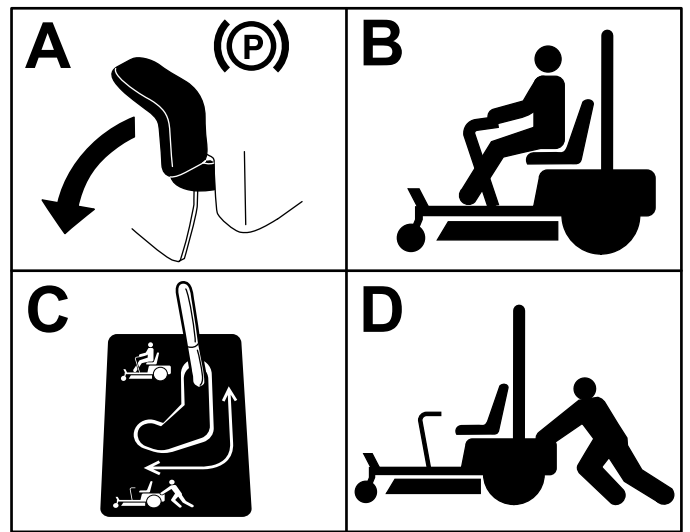

Figura 38
3. Para empujar la máquina, mueva las palancas de desvío hacia atrás y hacia fuera para bloquearlas en esa posición, como se muestra en la Figura 38.